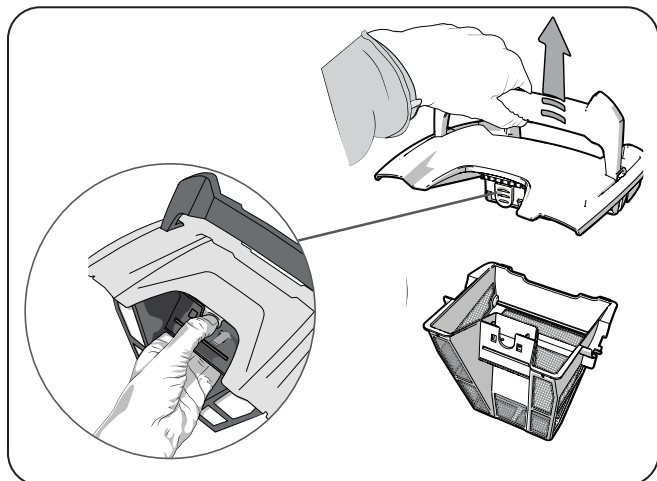

Figure 11. Retirer le couvercle du boîtier du filtre
- Appuyer sur le loquet intérieur et retirer le couvercle du boîtier du filtre (Figure 11).